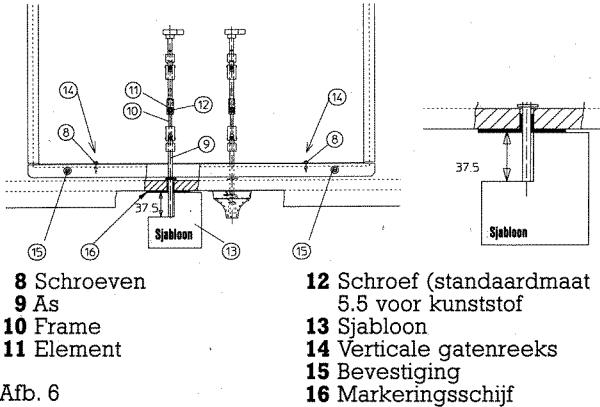

Afb. 4
3. Boor de gaten **A** (ϕ 13 mm) voor de schakelknop-assen overeenkomstig afb. 4 en de boorsjabloon in het front van de onderkast. De 105 mm tussen de bovenkant van het werkblad en het midden van boorgat **A** dient beslist te worden aangehouden.